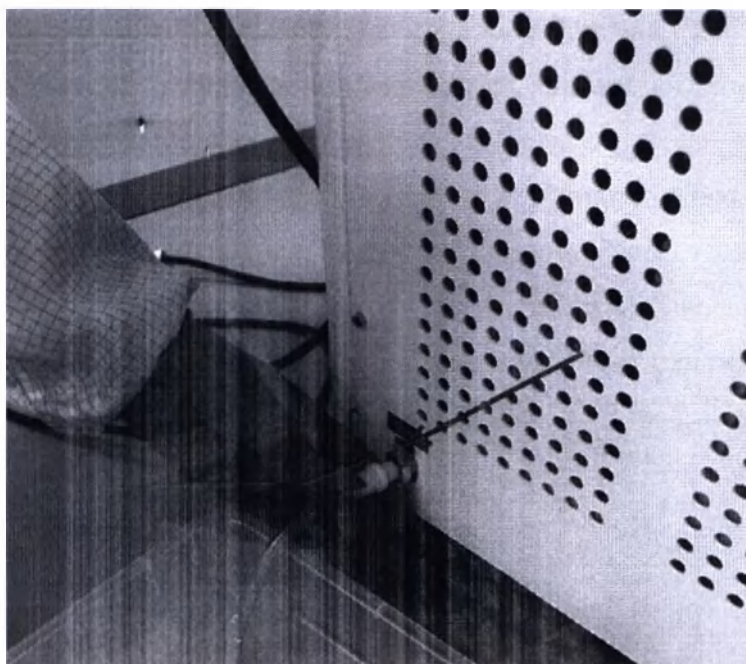

Рис.16.5 – Подсоединение шланга к Прибору
16.9. Подсоединить шланг для слива к прибору в отверстие клапана «Слив» до упора (рис.16.5), подготовив заранее емкость, в которую будет сливаться отработанная охлаждающая жидкость. Емкость должна располагаться ниже сливного отверстия Прибора (объем емкости не менее 5л).
16.12. Далее необходимо изъять шланг из сливного клапана, для этого нажать на металлическую кнопку, находящуюся над отверстием клапана «Слив» (указано красной стрелкой на рис.16.5) и вытащить шланг.